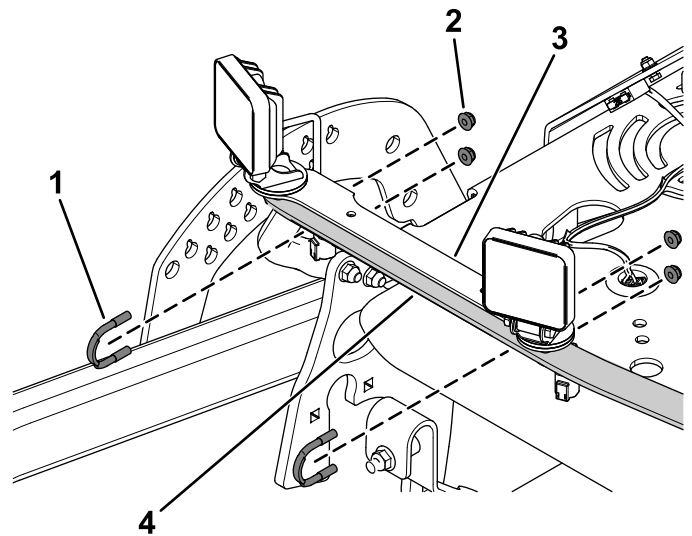

Figur 1
1. Fest de to LED-lysene til lysbraketten med to låsebolter (5/16 x 7/8 tomme), to spennskiver og to flensmuttere (5/16 tomme) som vist i Figur 1.